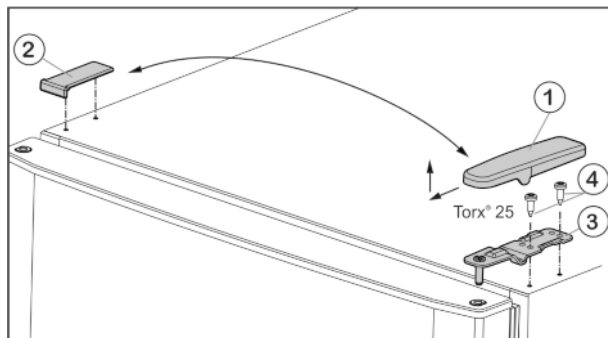

Fig. 4
- Kryt Fig. 4 (1) stáhněte dopředu a nahoru.
- Kryt Fig. 4 (2) zvedněte.
- Horní stojan ložiska Fig. 4 (3) odšroubujte (2 krát Torx® 25) Fig. 4 (4) a stáhněte nahoru.
- ▶ Horní stojan ložiska Fig. 4 (3) vložte na nové straně závěsu do dvířek.
- ▶ Horní stojan ložiska **pevně přišroubujte (4 Nm)** (2krát Torx® 25) Fig. 4 (4). Popřípadě použijte akumulátorový šroubovák.
- ▶ Kryt Fig. 4 (1) na opačné straně zvenčí nasadíte a nechte zaklapnout.
- ▶ Kryt Fig. 4 (2) vždy na opačné straně shora nasadíte a nechte zaklapnout.